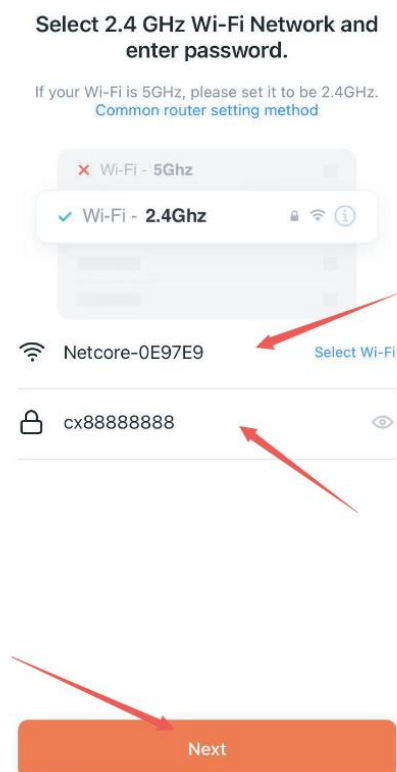

Imagen A-3
- 3.Introduce la contraseña del WiFi y confirma, como se muestra en la imagen A-3.